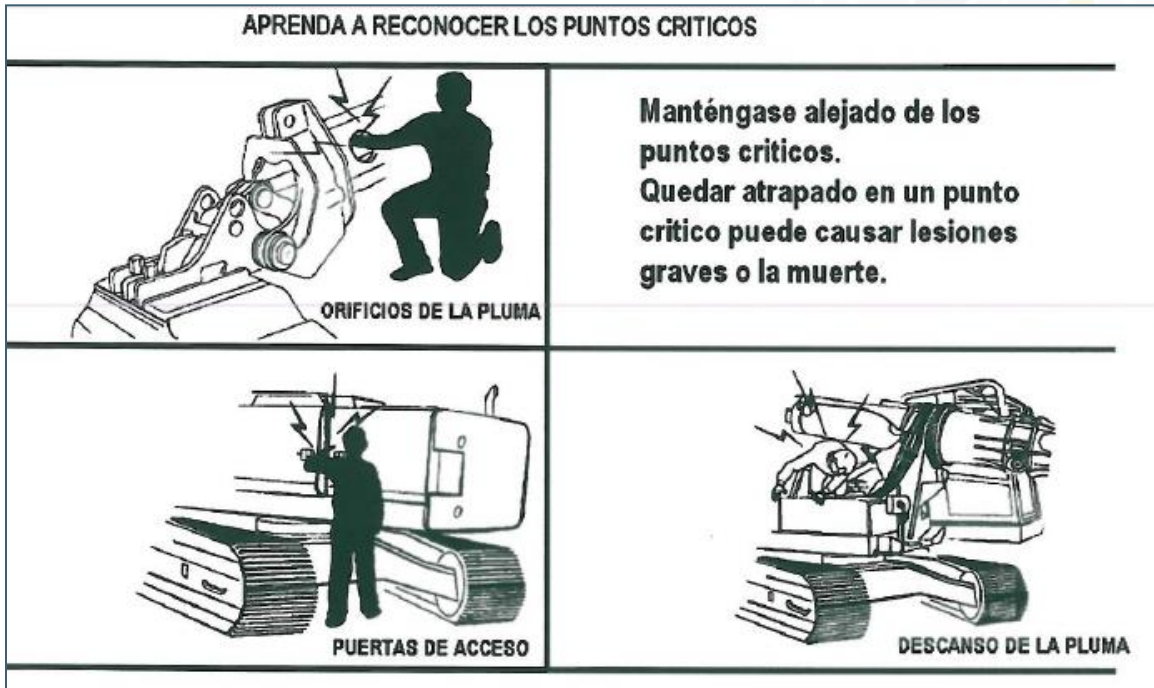

figura 6
- Mantener limpio el comando remoto (consola) y el panel del equipo. (ver figura 6)